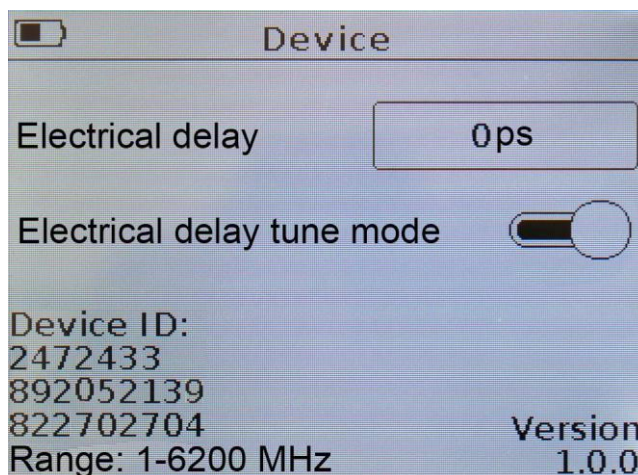

Рисунок 9.24 – Включение опции Electrical delay tune mode
9.9.3. Для точного подбора величины компенсации времени распространения зондирующего сигнала (T) перейдите из режима отображения графиков Вольперта-Смита, фазы или полярной диаграммы в раздел информации о приборе **Device** в главном меню прибора (Рисунок 9.24).